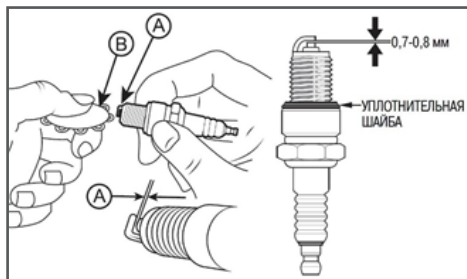

Рис. 17 Обслуживание свечи зажигания
4. Измерьте зазор А между электродами свечи зажигания специальным щупом В (Рис. 17). Зазор должен быть $0,7-0,8$ мм. При увеличении или уменьшении требуемого зазора, рекомендуется заменить свечу, так как регулировка зазора может привести к изменению качества искрообразования.